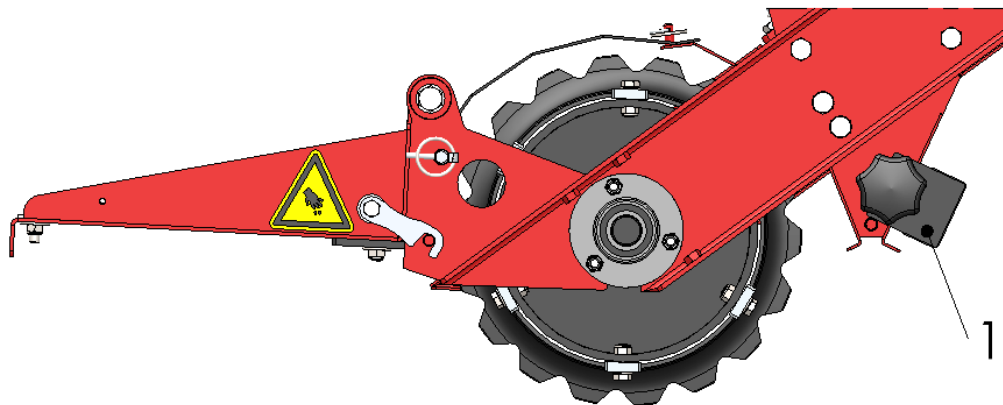

Figure 7
4. (Voir Figure 7) Utilisez le plateau de semis (1) pour recueillir les semences. Ce plateau peut être glissé sous la trémie.